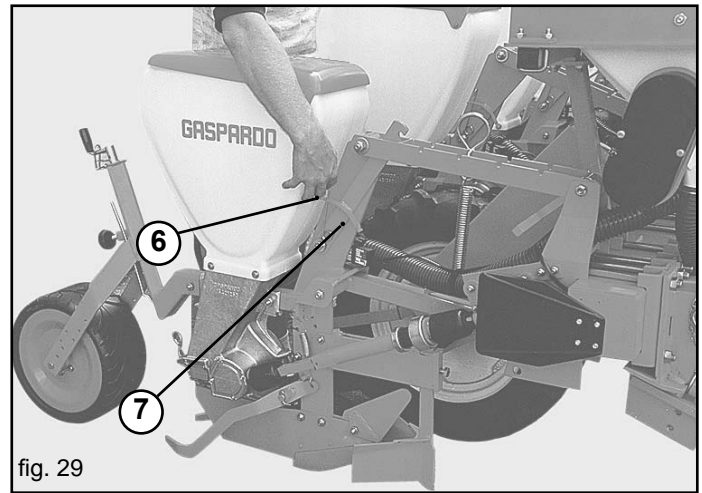

fig. 29
- Agganciare la molla nella posizione 6 (Fig. 29);
- Agganciare la molla nella posizione 7 (Fig. 29).